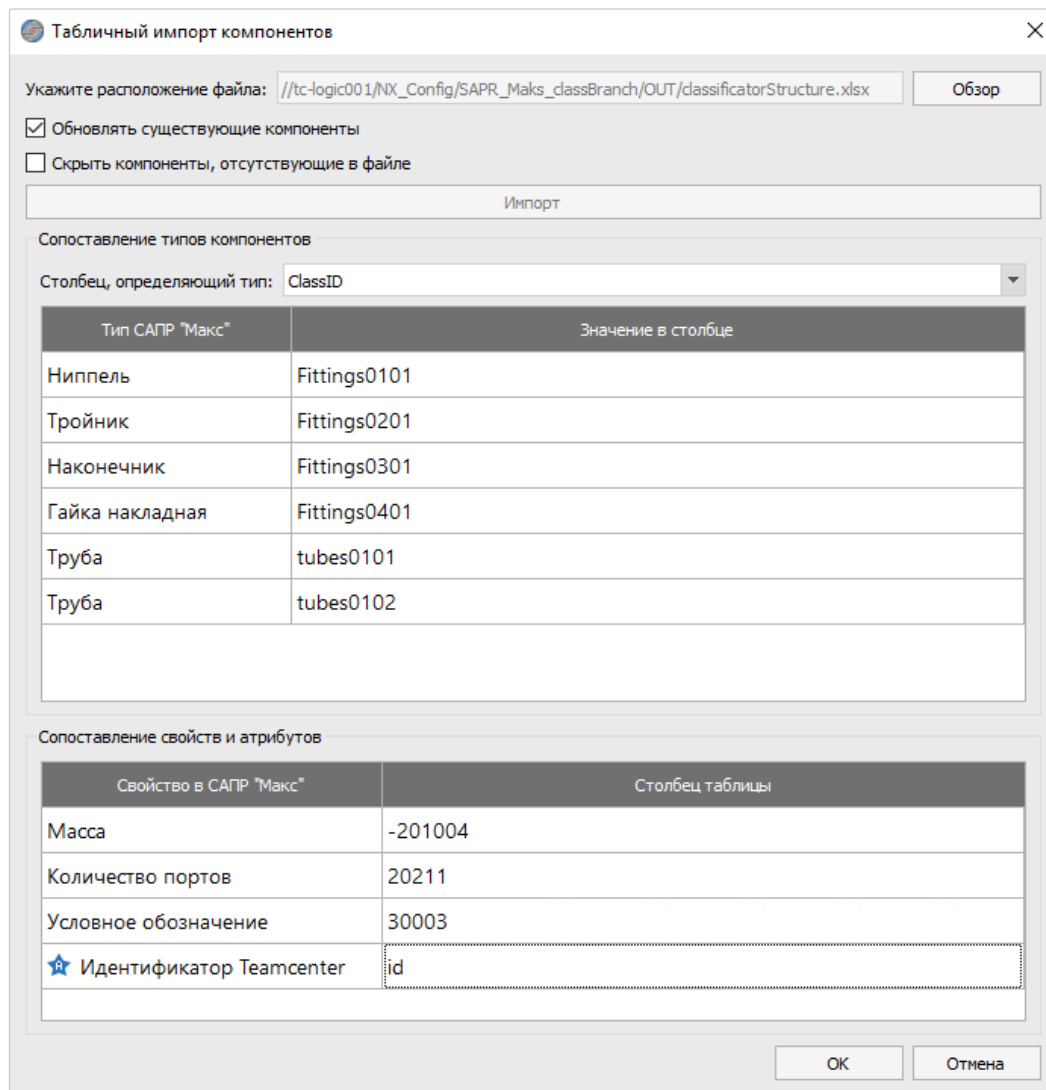

Рисунок 36. Окно «Табличный импорт компонентов»
- «Табличный импорт» — открывает окно «Табличный импорт компонентов», позволяющее импортировать набор компонентов из таблицы формата XLSX (см. рисунок 36);